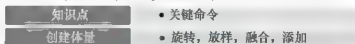

图 1.136 知识体系
(1) 对照图 1.136，梳理自己所掌握的知识体系。并与同学相互交流、研讨个人对某些知识点或技能技巧的理解。
(2) 创建合适的体量。在项目中创建面屋顶来完成屋顶的绘制。